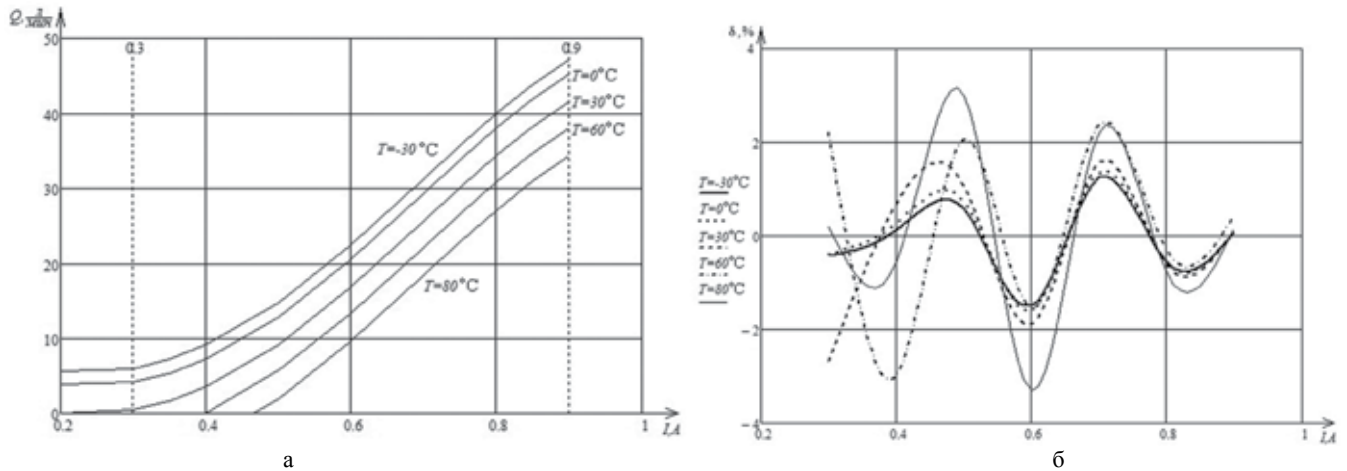

Рисунок 3 – Семейство характеристик расхода РЖ гидромотором и оценка приведенной погрешности
позволит снизить погрешность расхода до уровня  $\pm 3,5\%$  (рисунок 3б).
Блоки 5, 11 осуществляют поиск нового диапазона температур в случае, если  $T_0$  вышла за границы диапазона температур  $[T_1; T_2]$  и выводит соответствующий набор коэффициентов выражения (1). Были выбраны следующие диапазоны температур (рисунок 3):